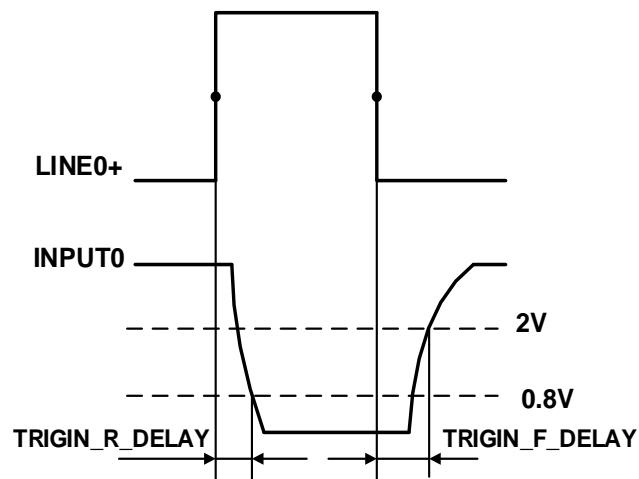

图 7-15 光耦隔离输入电路参数
- 上升沿延时时间 : <50μs(0°C~45°C) , 参数说明见图 7-15
- 下降沿延时时间 : <50μs(0°C~45°C) , 参数说明见图 7-15
- 输入上升沿延时： $<2\mu s$  ( $0^{\circ}C \sim 45^{\circ}C$ )，参数说明见图 7-15
- 输入下降沿延时： $<2\mu s$  ( $0^{\circ}C \sim 45^{\circ}C$ )，参数说明见图 7-15